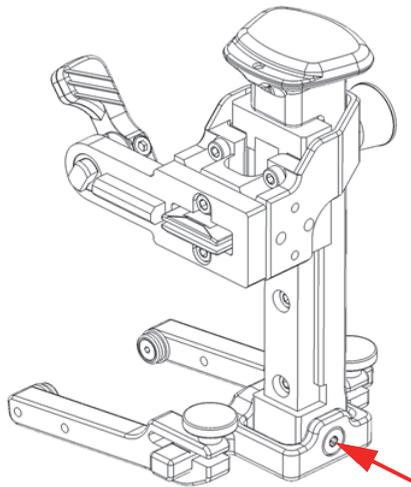

Figura 2-25 Riposizionamento della vite
7. Rimontare la vite nella traversa rotante della forcella (Figura 2-25 a pagina 54).